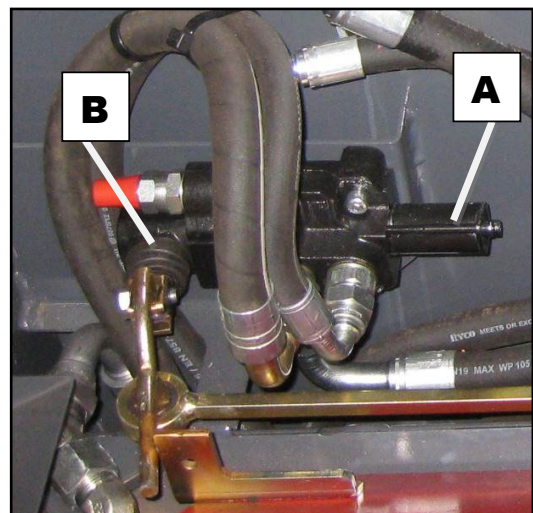

Abbildung 30
- ❑ Damit sie belastungsbeständig bleiben und einwandfrei funktionieren, müssen das Rastenende A, Abb. 30, das Kolbenschiebergelenk B und das Kugelgelenk des Steuerventils regelmäßig geschmiert werden.